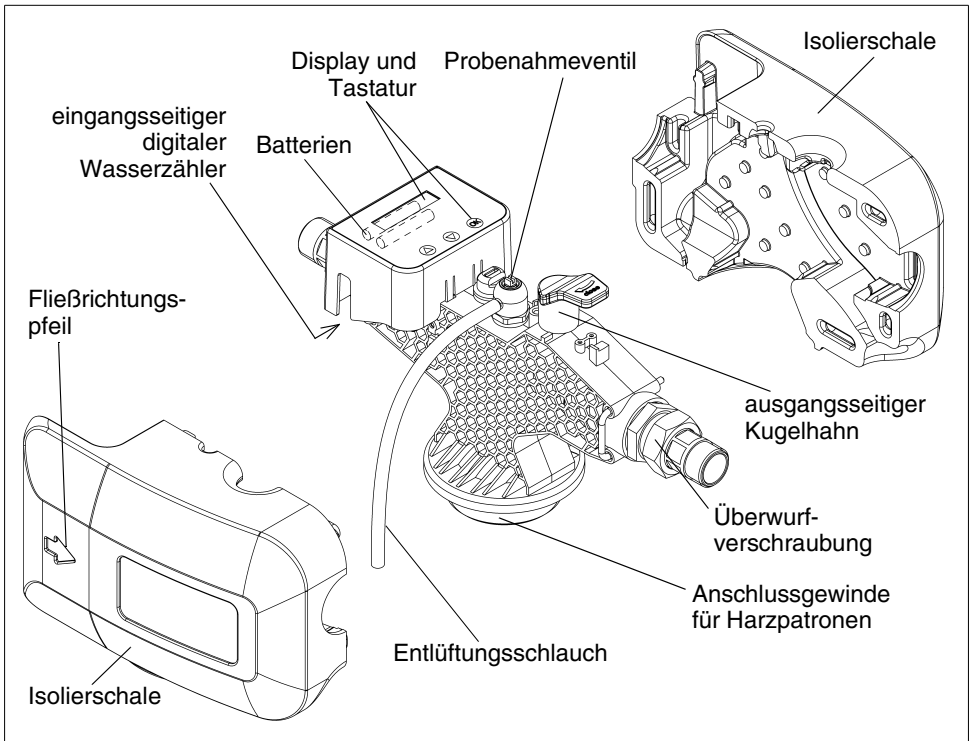

Abb. 4: Funktionsbeschreibung
Die Enthärtungseinheit muss in Fließrichtung installiert werden. Die Fließrichtung ist durch Pfeile an den Isolierschalen gekennzeichnet (siehe Abb. 4). Bei Nichtbeachtung ist die Enthärtungseinheit nicht funktionsfähig.
Beim Entlüften ist darauf zu achten, dass kein Entlüftungswasser auf die elektronischen Komponenten fließt! Ggf. den Entlüftungsschlauch drehen (siehe Abb. 4)!
Die Bedienung der Enthärtungseinheit erfolgt über die Tastatur und das Display (siehe Abb. 4).
- Beide Isolierschalen abnehmen (siehe Abb. 4).